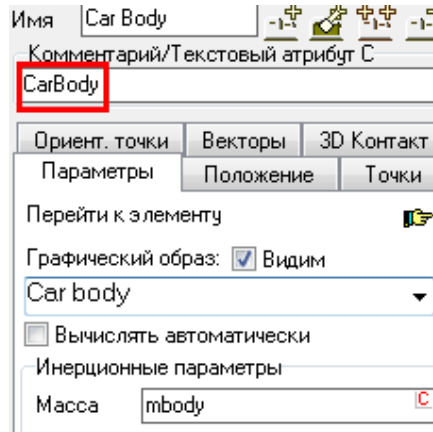

Рис. 1.41. Текстовый атрибут *CarBody* в поле комментария
1. Проверьте, что кузову экипажа назначен текстовый атрибут *CarBody*, позволяющий программе автоматически определить тело, моделирующее кузов. При необходимости назначьте атрибут. Для этого выделите тело, соответствующее кузову, в списке тел и внесите атрибут в поле комментариев, рис. 1.41.